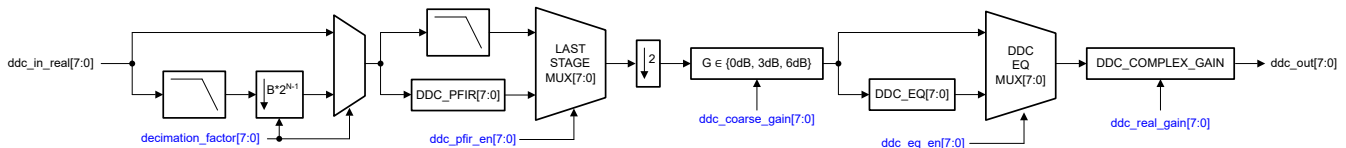

図 7-23. 実数デシメーション信号チェーン (2 の累乗のデシメーション係数 (B = 1))
- **実数デシメーション:** 実数入力はローパスフィルタで処理され、フィルタ出力はデシメーション係数 (M) でダウンサンプリング処理されます。このモードでの DDC ブロックの出力は実数信号で、図 7-23 は詳細な DDC チェーンを示しています。